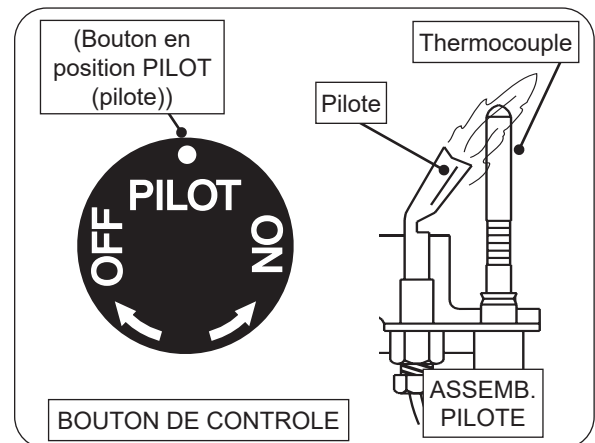

Fig. 43-1 Éclairage pilote
3. Localisez l'assemblage de la veilleuse sur le côté ou à l'arrière du bac du brûleur (voir Fig. 43-1).
4. Tournez le bouton de commande dans le sens antihoraire  sur **PILOT** (pilote). Appuyez **fermement et complètement** sur le bouton de commande et maintenez-le enfoncé. Tenez une allumette allumée à longue tige / un briquet au butane à long cou près du thermocouple pour allumer la veilleuse. Continuez à maintenir le bouton enfoncé pendant environ une (1) minute après l'allumage de la veilleuse. Relâchez le bouton et il ressortira. La veilleuse restera allumée. Voir la Fig. 43-1. S'il s'éteint, répétez les étapes 2 à 4.